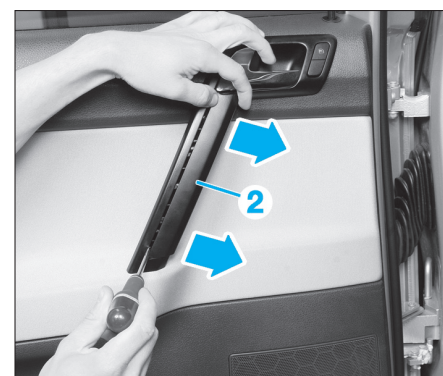

Fig. 67
- Dégager la cache de poignée (2) (Fig.67).